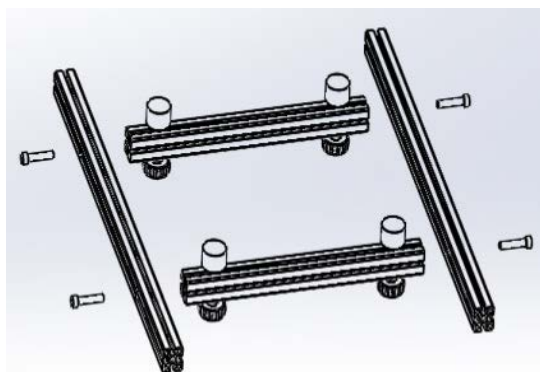

Abb. 2
3. Diese Teile mit dem Sechskantschlüssel, der sich in der Zubehörtasche befindet und den 4x M8x40-Schrauben so zusammen schrauben, dass der entandene Rahmen flach und eben ist. (s.Abb. 2)